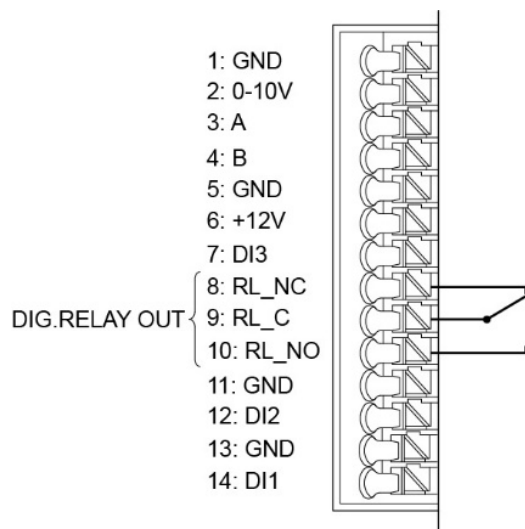

Abbildung 106: Verbindung Alarmrelais
24. OJ-DRHX ist mit einem digitalen Relaisausgang ausgestattet, der z. B. für Alarmsignale verwendet werden kann (siehe Abb. 106). Der Relaisausgang ist ein potentialfreies Relais mit Umschalter. Die werkseitig konfigurierte Funktion ist ein Alarmrelais. Max. Last ist 2 A/30 V=/24 V~.
25. Schließen Sie die vordere Abdeckung des Rotorreinigerantriebs. Vergewissern Sie sich, dass die Verriegelungsclips (Abbildung 106/1) hörbar einrasten.